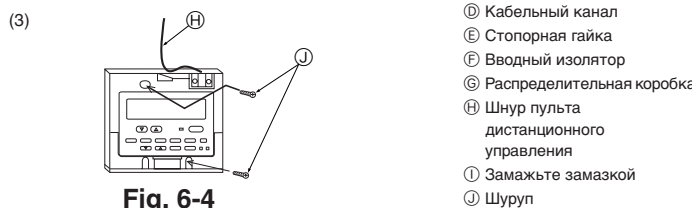

Fig. 6-4
(3) Для непосредственной установки на стене (Fig. 6-4)